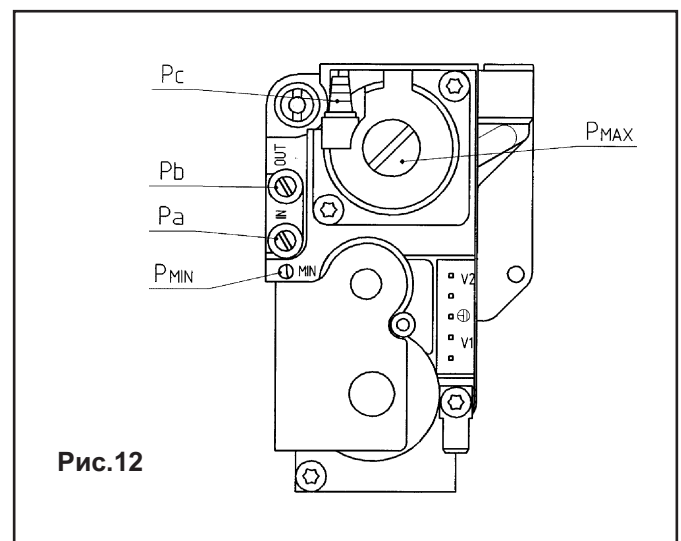

Рис.12
- Открутить винт на штуцере Pa (рис. 12) и подсоединить к штуцеру Pa манометр.
- Проверить динамическое входное давление газа (штуцер Pa, рис. 12). Номинальные давления: 20 мбар для природного газа, 30 мбар для бутана, 37 мбар для пропана.
- Открутить винт на штуцере Pb (рис. 12) и подсоединить к штуцеру Pb манометр.
- Проверить давление газа на горелке согласно таблице 1 для соответствующей модели котла и соответствующего типа газа. При необходимости снять с клапана колпачок и вращением винта регулятора давления (**Pmax**) (рис.12) установить уровень давления, указанный в табл.1
- Установить переключатель режимов (1) в положение «0»
- Поставить переключатель режимов (1) в положение «Зима»
- Винтом (**Pmin**) на газовом клапане (рис.12) установить минимальное давление согласно табл.1. Эту операцию нужно выполнить за 25 сек, после чего котел продолжит нормальную работу